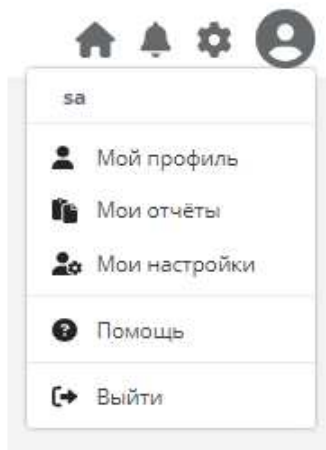

Рисунок 9. Кнопка для пунктов меню пользователя
- 4) кнопка с пунктами меню пользователя (Рисунок 9). В меню пользователя доступны следующие пункты: